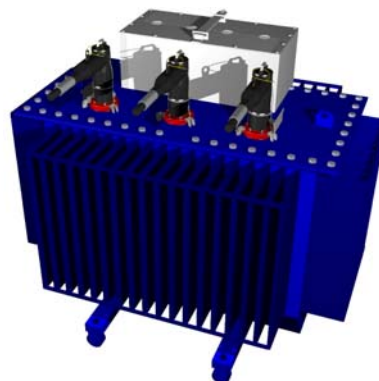

Figure 4.14
- Retirer la pièce de protection "E" (voir figure 4.14) afin de faciliter les connexions aux isolateurs de traversée.